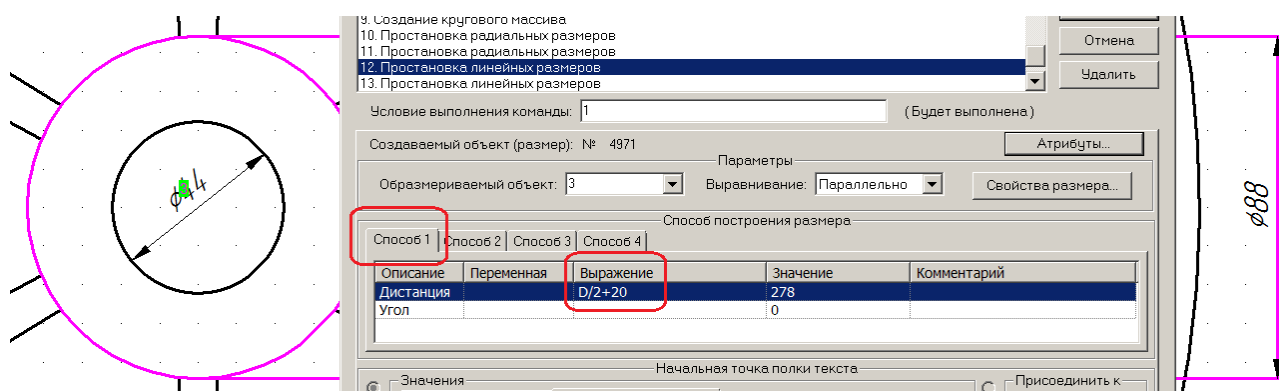

Рис. 2.22. Простановка линейного размера
11) Команды 10 – 14 нужны для простановки размеров. Вычерчивание размеров выполните в слое Размерные линии. Для линейных размеров нужно задать дистанцию в 15 – 20 мм от контура детали (рис. 2.22).